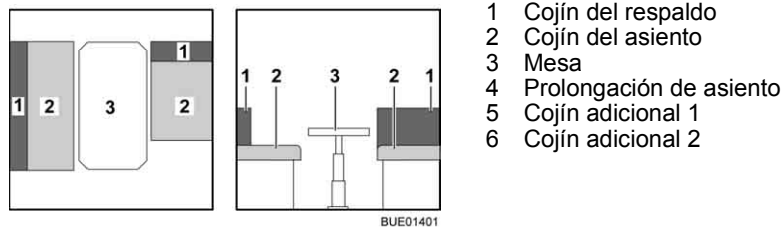

Fig. 121 Antes de la transformación
- Transformar la mesa (Fig. 121,3) en base de cama (véase apartado 6.10).